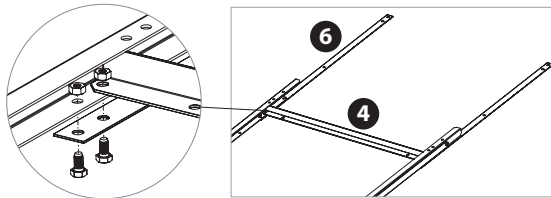

Figura 2.13
- 2 Posizionare le barre orizzontali **4** sulle barre superiori per formare il telaio (Figura 2.13). Avvitare i tiranti **6** (che verranno utilizzati per fissare la base alle tegole) alla parte inferiore. (Figura 2.13).